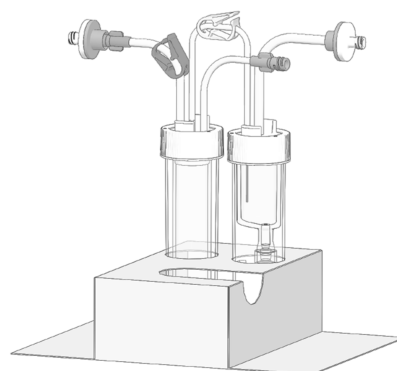

図1 紙スタンドへのセット(分注、移送、返却時)
- 空の50mL遠沈管を1次容器、2次容器に被せてスクリーキャップを締め、紙スタンド若しくは遠沈管立てにセットします(図1)。